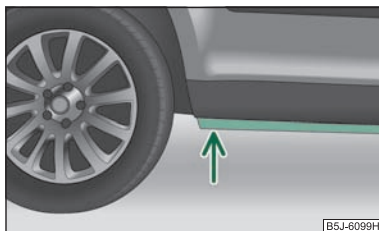

Fig. 136 Traversarea apelor
- Înainte de traversarea zonei inundate, stabiliți adâncimea apei. Apa trebuie să ajungă maxim până la puntea lonjeronului inferior al autovehiculului ⇒ fig. 136.